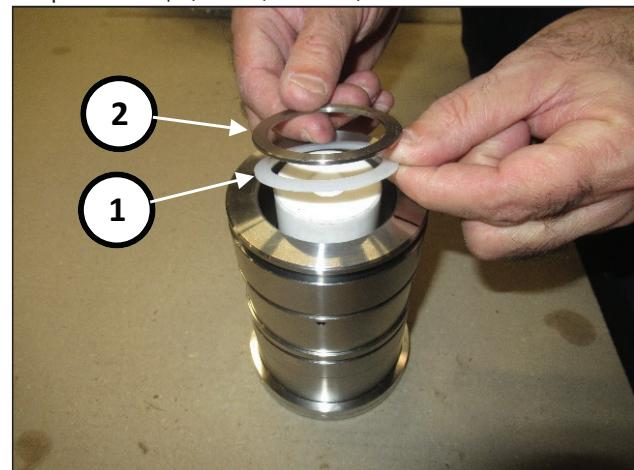

Рис. 182
Вставьте антиэкструзионное кольцо (поз. ①, Рис. 182) и опорное кольцо (поз. ②, Рис. 182).